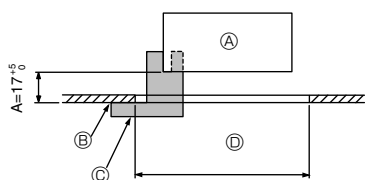

Fig. 9-2
①	Gitter	1	950 × 950 (mm)
②	Skrue med fast spændeskive	4	M5 × 0,8 × 25
③	Måleapparat	1	(delt i fire)
④	Befæstelseselement	3
⑤	Skrue	4	4 × 8
⑥	Skrue	1	4 × 12
⑦	Trådløs fjernbetjening	1	til PLP-6BALM, PLP-6BALME
⑧	Kabelbetjent fjernbetjening	1	til PLP-6BAMD, PLP-6BAMDE
⑨	i-see sensor-hjørnepanel	1	til PLP-6BAE, PLP-6BAMDE, PLP-6BALME
9.2. Forberedelser til fastgørelse af gitteret (Fig. 9-2)
- Med det medleverede måleapparat ③ justeres og kontrolleres enhedens placering i forhold til loftet. Hvis enheden ikke er placeret korrekt i forhold til loftet, kan det resultere i vindlækager eller kondensdannelse.
- Ⓒ Måleapparat ③ (indsat i enheden)